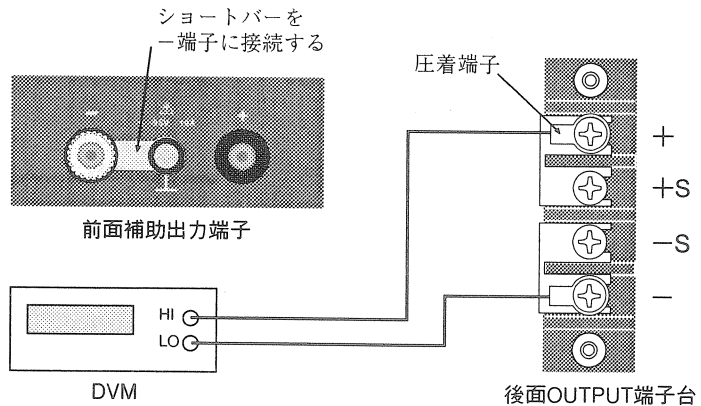

図5-1A 電圧系の校正の接続
- ① OUTPUTスイッチをOFFにします。
- ② POWERスイッチをOFFにします。
- ③ 図5-1AのようにDVMを接続します。